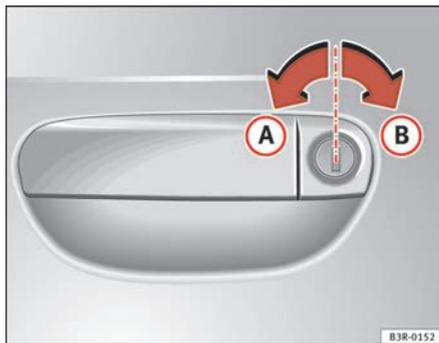

Fig. 70 Tours de clé pour ouvrir et fermer
- Tournez la clé dans la serrure de la porte du conducteur en position d'ouverture **(A)** ⇒ fig. 70 vers la gauche.
- Tournez la clé dans la serrure de la porte du conducteur en position de fermeture **(B)** ⇒ fig. 70 vers la droite ⇒ ⚠.
Tournez la clé dans la serrure de la porte du conducteur **deux fois** de suite, à intervalle très court, en position de fermeture **(B)** ⇒ fig. 70.